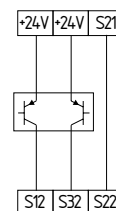

Fig. 8
**Commande à deux canaux d'un protecteur électronique (basé microprocesseur) relatif à la sécurité avec des sorties à transistor à commutation p, p.ex. AOPD's selon EN IEC 61496 (Fig. 8)**